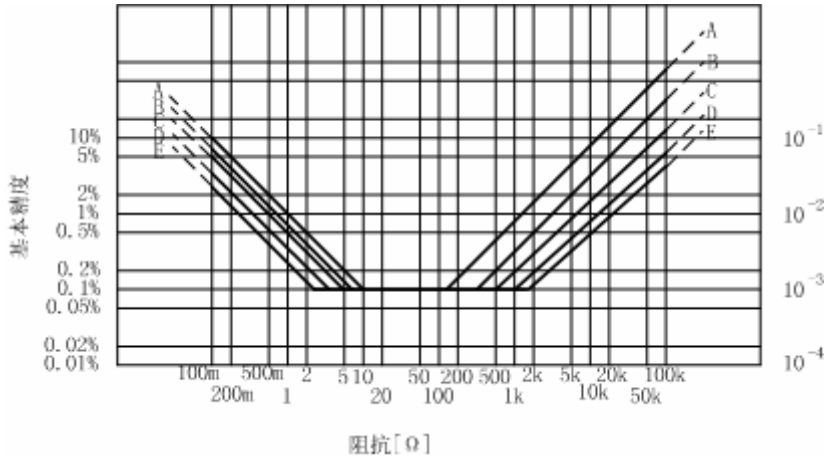

图 4-4 TH2828/A/S 精度
A0: TH2828/A/S 与 TH1776 连机使用时 TH2828/A/S 的 L 和 |Z| 的精度, A0 的选择如图 4-4 所示, 在图 4-5 中选择合适的精度线。如果测试信号不是图 4-5 中所列的三个点, 延长离测试信号最近的两条线来确定所要的精度。
- (2) 根据图 4-5，在图 4-4 中选出精度线